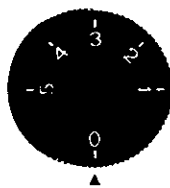

Fig. 5
- Regolare col termostato la temperatura desiderata (fig. 5, par. I-7).